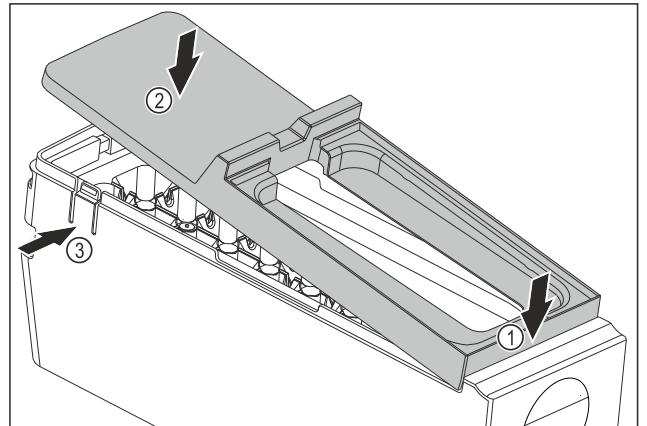

Fig. 113
- ▶ 安装 EasyTwist-Ice 机身的盖板：放置盖板前部。 Fig. 113 (1)
- ▶ 降下盖板后部。 Fig. 113 (2)
- ▶ 盖板卡入到两个接片 Fig. 113 (3) 中，可以听见声音。